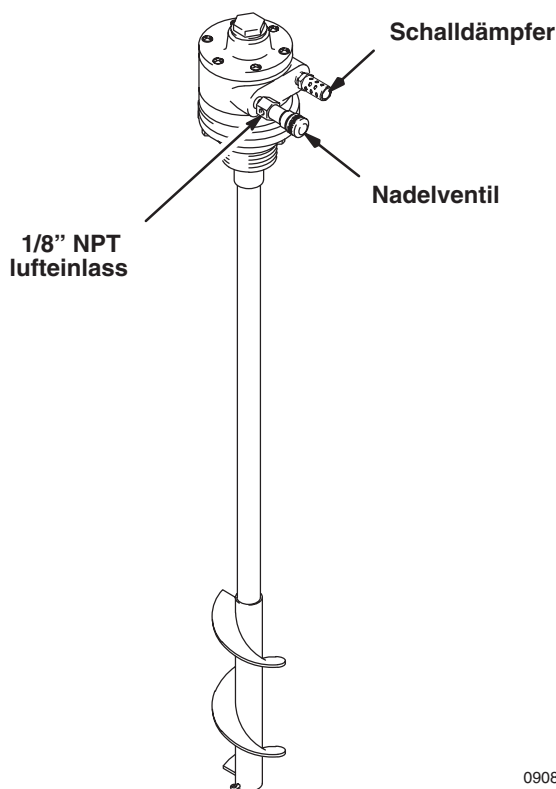

Abb. 1
2. Luftmotor so einbauen, dass die Luftleitung leicht am 1/8" NPT-Einlass des Nadelventils befestigt werden kann, ohne dadurch andere Systemkomponenten zu behindern. Siehe Abb. 1.
HINWEIS: Durch das Umdrehen des Schalldämpfers und des Nadelventils kann die Drehrichtung des Rührwerks geändert werden. Siehe Abb. 1.